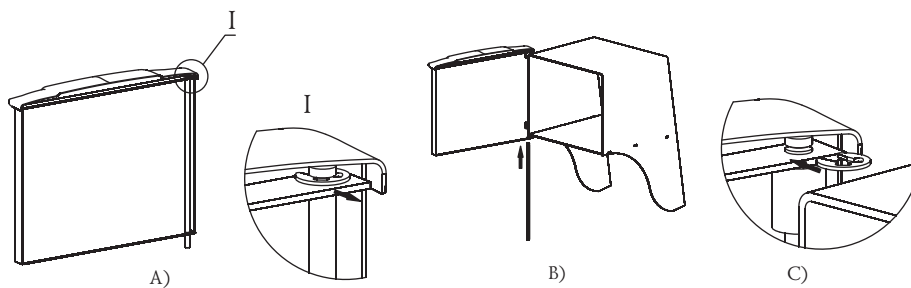

Bild 9. Türanbringen bei der Ofenmontage «Compact 2013»
1. Zuerst die schnell trennbare Druckscheibe abzunehmen und die Achse aus der Tür auszuziehen, Bild 9.a;
3. Stecken Sie die Achse mit einer Vertiefung im oberen Achsenteil für die Scheibe durch die Öffnungen von unten nach oben hinein, Bild 9.b;
4. Stellen Sie die schnell trennbare Druckscheibe in die Vertiefung an der Achse, Bild 9.c